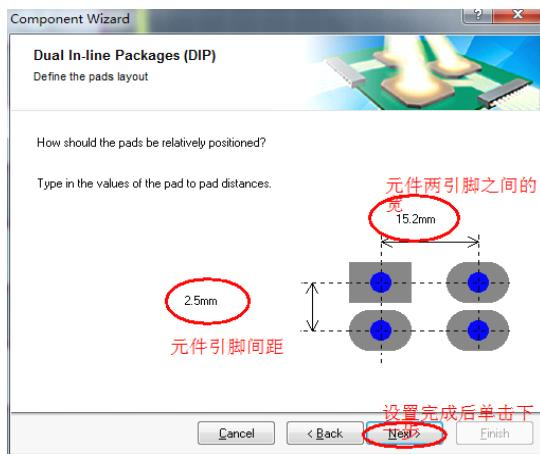

图 6-4.15 设置焊盘间距
- Step4: 单击“下一步”按钮，设置焊盘位置，如图 6-4.15 所示；